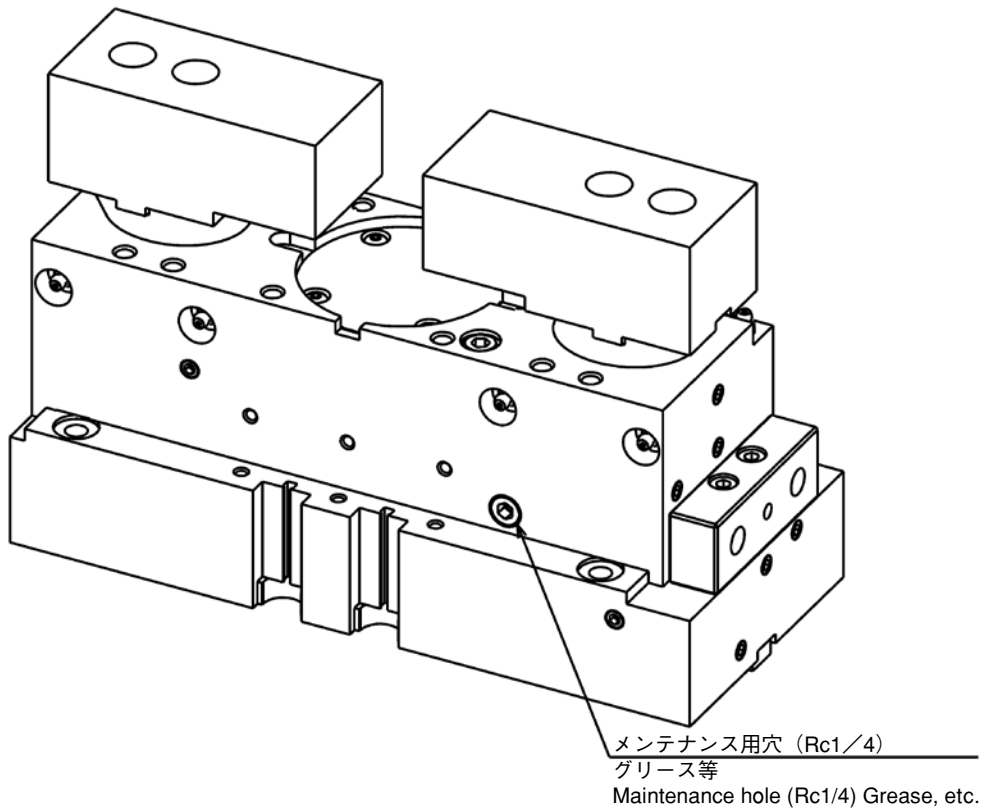

Fig.6-2 メンテナンス用穴 Maintenance hole
- (1) ソフトジョー取換えの際は精度保持のため、マスタジョーとのクロスキー部を入念に清掃して下さい。
- (2) ワーク形状、切削条件に合わせてエア圧力を設定して下さい。
- (3) 本製品のボルト取付トルクはキタガワ規定トルクで締めて下さい。
- (4) ハンマー等で工作物及び治具モジュールを絶対に叩かないで下さい。精度及び機能を損ない寿命を短くします。
- (5) 使用空圧力は、0.6MPaを超えないように注意して下さい。
- (6) 機械を長時間止める場合はワークを外し、圧力供給ユニットを停止させて下さい。
- (7) ストロークエンド3mm付近での把握は安全上好ましくないので把握しないで下さい。
- (8) 防錆効果のある切削水を使用しないと、治具モジュール内部に錆を生じ把握力低下をおこすことがありますのでご注意ください。また、ボデー内部に切削水が浸入した場合はメンテナンス用穴から排出することができます。(6章のFig.6-2参照して下さい。)
- (9) 誤操作、加工ミス等により治具モジュール又は工作物に衝撃を与えた場合は、直ちに作業を中止し、異常の有無を確認して下さい。確認後、空クランプを数回行って動作がスムーズで異常がないか確認して下さい。
- (10) 作業終了時には、ボデーや摺動面をエアガン等で必ず清掃して下さい。
- (11) 治具モジュールのリアボデー底面、側面はアルミ材で傷つき易く、基準面なので細心の注意を払って取り扱って下さい。
- (12) トップジョーを揺動状態にして工作物を把握する際、揺動量が大きいと2つのトップジョーの把握に時間差ができ衝撃が発生する場合があります。衝撃が大きい場合は、ロケータに対して工作物のズレが起きることがあります。衝撃を軽減する方法として、空圧供給(アンクランプ)付近に絞り等を付けて、把握速度を落とす事が有効です。
- (13) センタリング把握においても、X軸方向以外にかかる切削力は、ロケータで受けるような上物の構造にして下さい。(丸物工作物をジョーのみで受けないようにして下さい。)
- (14) 治具モジュールを使用して異常を感じた場合はすぐに7章を参照し修復して下さい。(異常を感じたまま使用しないで下さい。)
- (1) When replacing the soft jaw, carefully clean the cross key on the masterjaw for keeping accuracy.
- (2) Set air pressure according to work form and cutting conditions.
- (3) Tighten mounting bolts at the torque specified by Kitagawa.
- (4) Never hammer the work and jig module because accuracy and function fail, and the service life of jig module becomes short.
- (5) Take care so that a service air pressure will not exceed 0.6MPa.
- (6) When the machine is stopped for a long period of time, remove the work and stop the pressure supply unit.
- (7) Don't clamp the work within 3mm from the stroke end for safety.
- (8) Use the coolant having rustproof effect so that rust does not occur inside of jig module because a gripping force is reduced. If the coolant leaks into the body, it can be discharged out of a maintenance hole (Refer to Chapter 6 fig. 6-2).
- (9) If any shock is applied to the jig module or work by wrong operation or machining mistake, stop the operation immediately and check that it is not damaged. After that, check operation is smooth by performing the clamping motion under no load at several times.
- (10) After working, be sure to clean the body and slide ways with the air gun.
- (11) Since the rear body bottom face and side face of jig module are reference faces made of aluminum that are easy to be damaged, carefully handle them.
- (12) When clamping the work with top jaws remarkably fluctuated, any shock occurs because a time difference occurs for the clamping of two top jaws. If the shock is large, the work may be slipped for the locator. To reduce the shock, mount the throttling near the air inlet (UNCLAMP) to reduce the clamping speed.
- (13) In centralizing clamp, structure so that cutting force in the direction except X-axis direction will be received to the locator (Cutting force for round work does not receive only to the jaws).
- (14) If you feel that the jig module fails, recover it, referring to Chapter 7 (Do not use the jig module with abnormality felt).
グリースを過剰に給油した場合、動作不良を起こす可能性がありますので、Fig.6-2に示すメンテナンス用穴で余分なグリースを排出して下さい。排出は、メンテナンス用穴のプラグを取り外し、クランプ・アークランプを数回繰り返すことで行うことができます。
When the grease is filled excessively, since operation failure may be caused, discharge excess grease out of a maintenance hole as shown in Fig. 6-2, repeating clamp/unclamp several times after removing the plug for the maintenance hole.